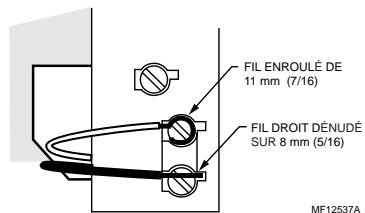

Fig. 5. Méthodes de raccordement des fils au CT3451.
- ❑ Desserrer les vis de bornes et glisser chaque fil sous la borne correspondante. Les connexions peuvent être droites ou enroulées (Voir la Fig. 5.) Bien resserrer les bornes.